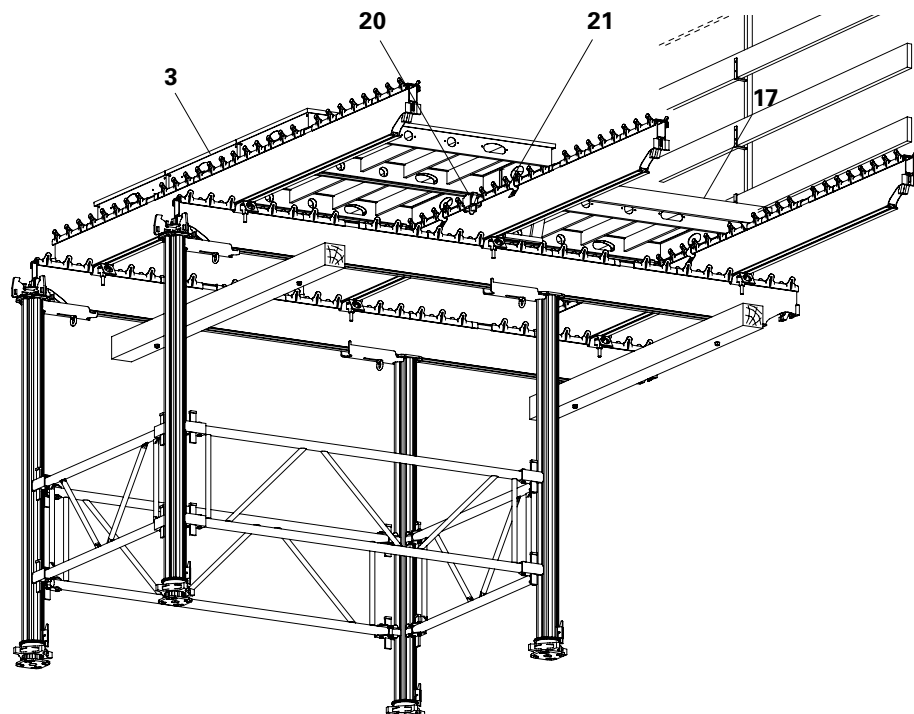

Fig. A9.05
2. Os painéis do meio são fixados adicionalmente aos painéis exteriores utilizando dois cliques de painel SPKK (20) em cada.
4. Montar os guarda-corpos SGP e guardas de madeira como protecção anti-queda. (Fig. A9.05)